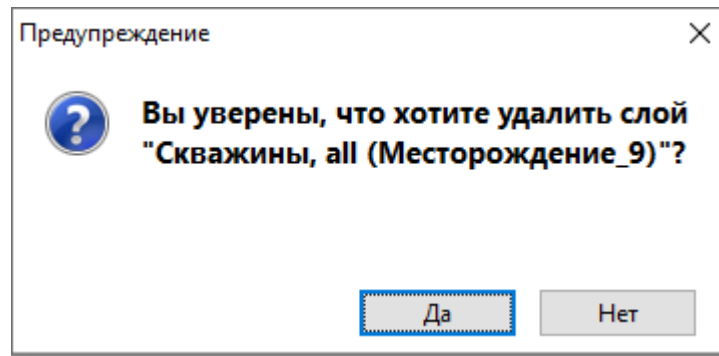

Рис. 29 – Предупреждение
- **Удаление выделенного слоя.** Для того, чтобы удалить слой, нужно выбрать команду из контекстного меню *Слой/Удалить* или же нажать на клавишу «Delete». Появится предупреждающее сообщение об удалении слоя (рис. 29). Нажмите на кнопку «Да» для подтверждения операции, «Нет» – для отмены действия.